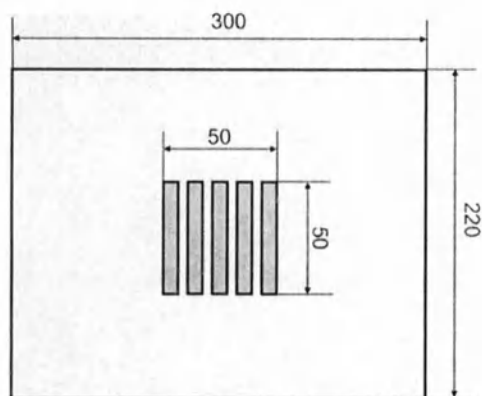

Рис. 3. Схема укладки химических индикаторов Тест-ИХ
6.2. В геометрический центр верхней простыни укладывают индикаторы Тест-ИХ нужной марки в соответствии с рис. 3.